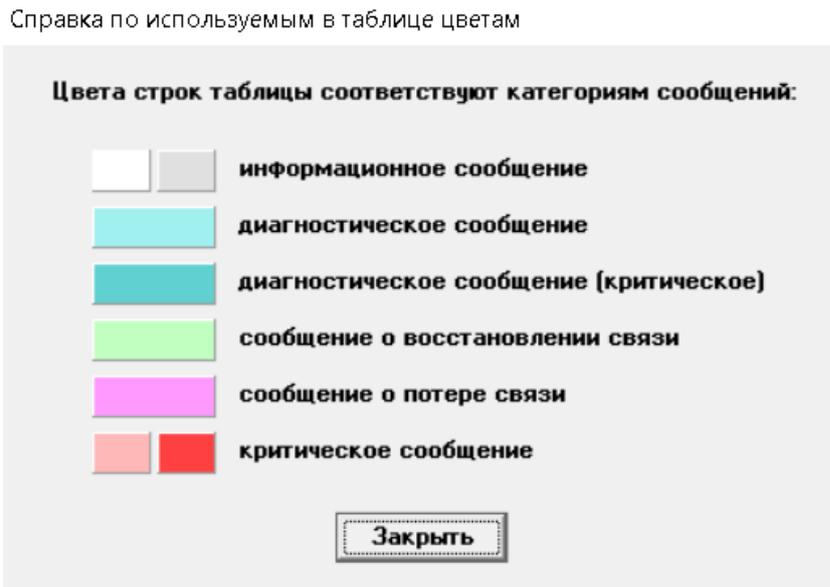

Рисунок 7.30 – Окно справки по используемым в журнале МПБ цветам сообщений
– журнал МПБ имеет свои цвета окраски сообщений, указанные в окне «Справка по используемым в таблице цветам» (рисунок 7.30). Данное окно